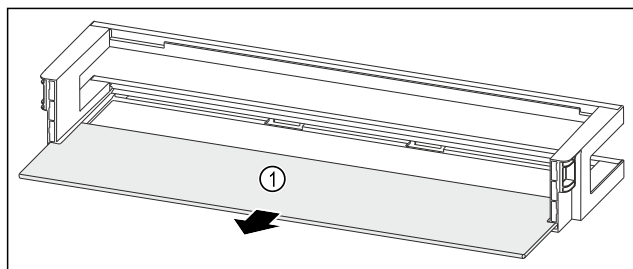

Fig. 95 Рафт на врата с рафт
- ▶ Сваляте рафта Fig. 95 (1).